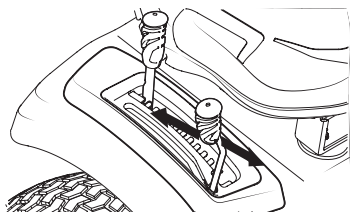

Fig. 30
- Empuje la palanca PTO (enganche de cuchillas) hacia adelante hasta la posición acoplada (ON) (Fig. 30).